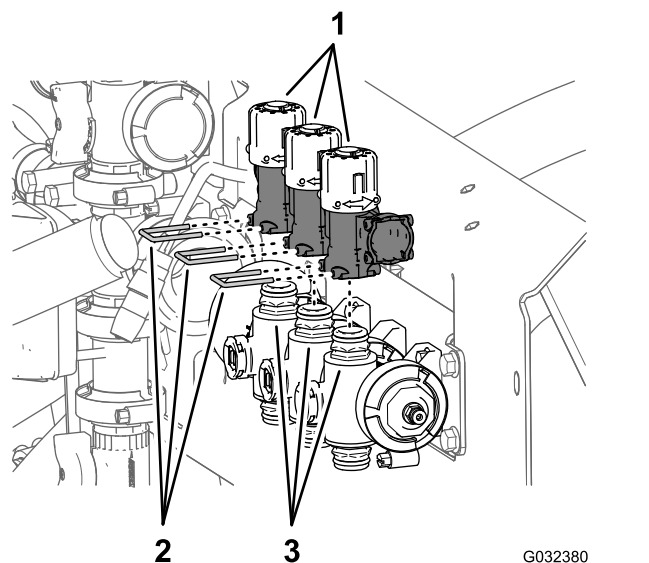

Рисунок 57
2. Поднимите три перепускных клапана, чтобы снять их с трех быстроразъемных соединителей на коллекторных клапанах (Рисунок 57).
1. Снимите три держателя, которые крепят три перепускных клапана к трем коллекторным клапанам (Рисунок 57).